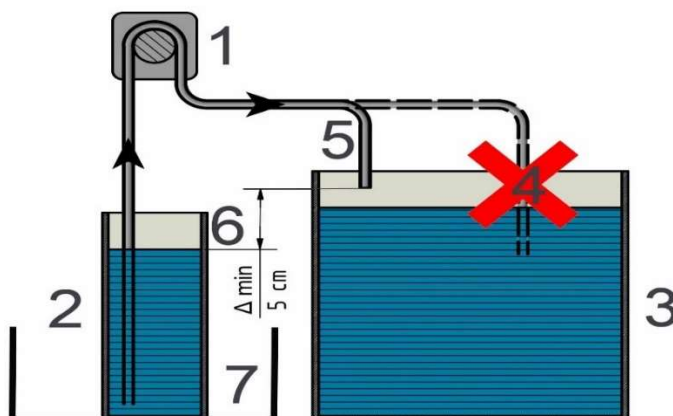

Abb. 1: Sicherheitshinweise:
Die Dosierpumpen (1) sind selbstansaugend und müssen wie in Abb. 1 installiert werden. Nur so verhindert man ein Leerlaufen des Vorratsbehälters (2). Es empfiehlt sich, die Schläuche möglichst kurz zu halten (max. 2 m Wassersäule = 0,2 bar), der Schlauch auf der Saugseite muss aber bis zum Boden des Vorratsbehälters (2). Um einen Rückfluss zu vermeiden, darf der Dosierschlauch nicht im Aquarienwasser hängen (4). Der Wasserstand im Vorratsbehälter (6) muss immer unterhalb des Dosierschlauchendes (5) sein. Der Wasserstand im Filter/Aquarium (3) spielt bei Beachtung dieser Hinweise keine Rolle.